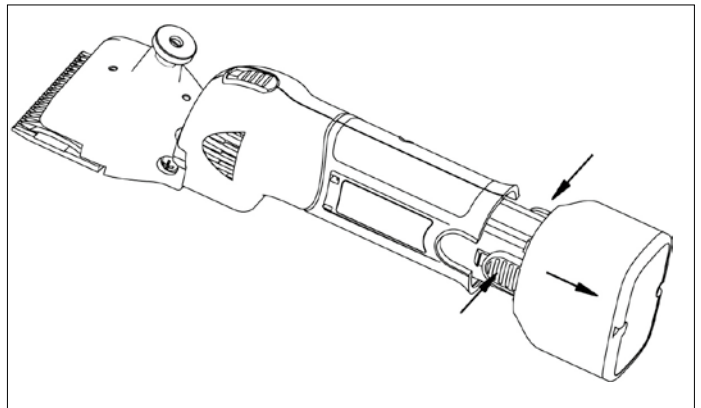

Figure 7
- Ta bort batteriet genom att dra det ur klämman samtidigt som du trycker på båda sidorna av batteriet (**bild 7**).